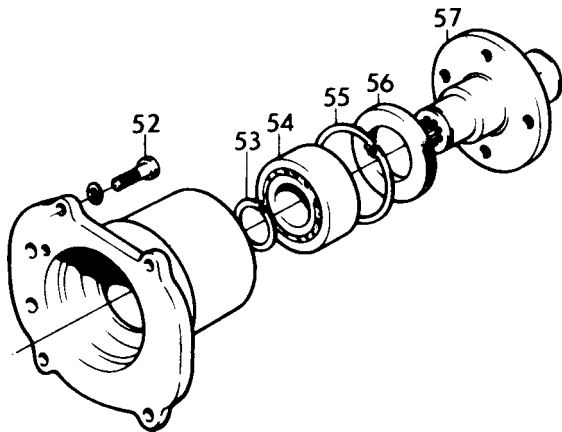

Fig. 6
1. Bien nettoyer l'ensemble. Vérifier ensuite le roulement (54, fig. 6) et la bague d'étanchéité (56). S'il faut remplacer l'une de ces pièces, effectuer les opérations 2 à 5 ci-après.
2. Enlever le circlips (53).
3. Extraire la bride (57) du carter arrière en se servant de la douille 884152.
4. Démontez la bague d'étanchéité (56).
5. Enlever le circlips (55) et extraire le roulement en se servant du mandrin 884263.